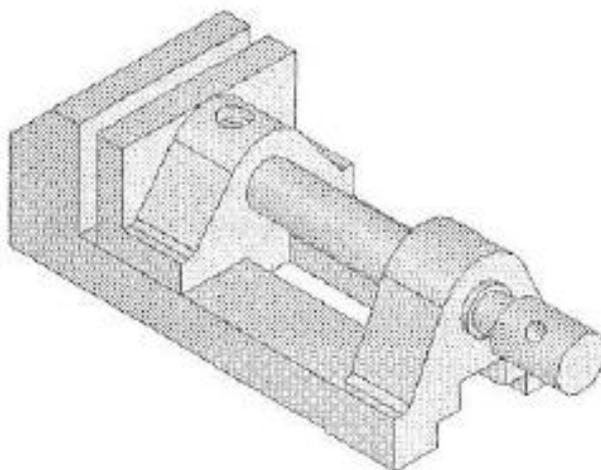

Рис.5.20 Сборка после применения сопряжения Coincident (Совпадение) к прижимному винту
10. Щелкните на кнопке Add/Finish Mate (Добавить/Завершить сопряжение) на панели инструментов Mate (Сопряжение). Сборка после добавления сопряжения Coincident (Совпадение) показана на рис. 5.20.